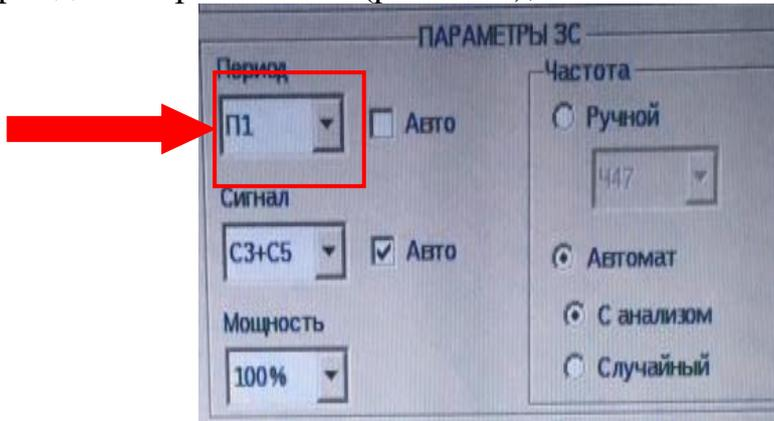

Рис. 2.43. Выбор периода повторения
- период повторения – П1 (рис. 2.43);